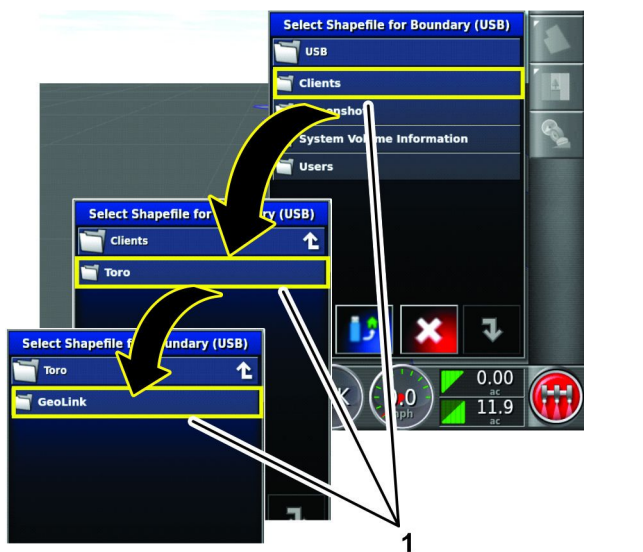

图 75
7. ディレクトリアイコンを押してジオリンクのディレクトリに入る 図 75。